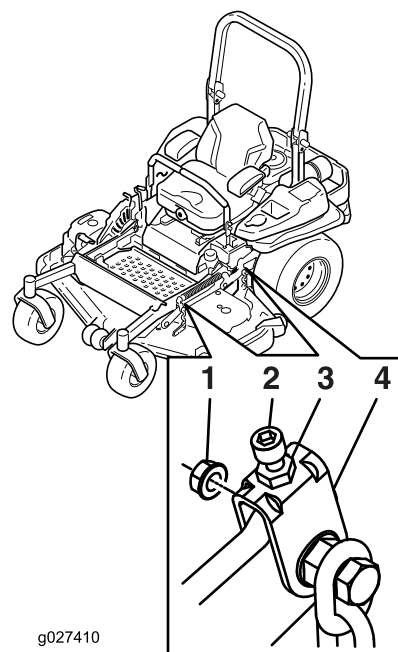

Figura 92
9. Si es necesario, afloje la tuerca "whizlock" del lateral de la horquilla y la contratuerca de la parte superior. Gire el tornillo de ajuste hasta obtener una altura de 7.6 cm (3") (ver Figura 92).
15. Gire el tornillo de ajuste hasta obtener una altura de 8.3 cm ($3\frac{1}{4}$ ") (Figura 92).